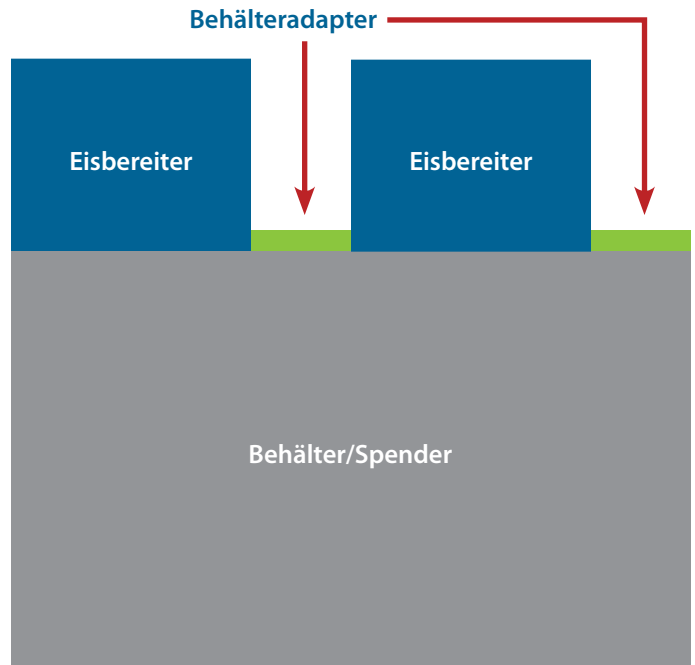

Abb. 6. TCIMs an beiden Seiten des Behälters/Spenders installiert.
- TCIM auf beiden Seiten (Konfiguration 2; siehe Abb. 6)